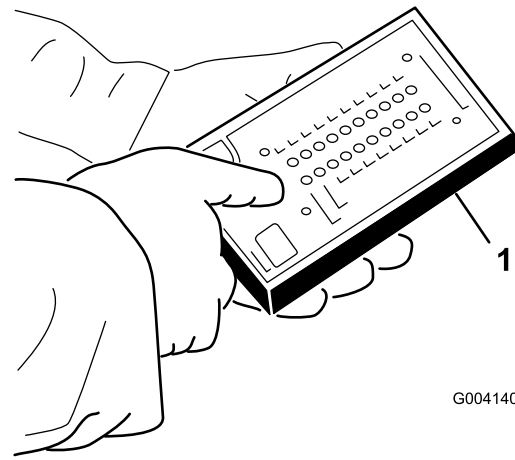

Figura 38
5. Ligue o conector do visor ACE de diagnóstico ao conector de fios (Figura 38).